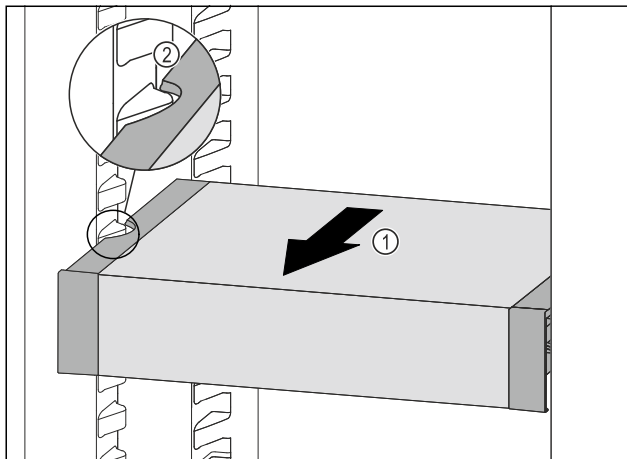

Fig. 119
- ▶ Потягнути VarioSafe вперед Fig. 119 (1), поки бокові заглиблення VarioSafe не опиняться на рівні ребра для ємності в охолоджувальному відділенні. Fig. 119 (2)